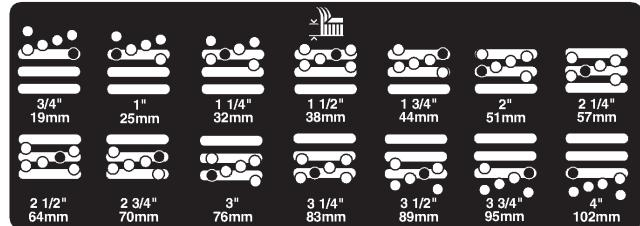

Bild 3
5. Stellen Sie die Kammer auf die gewünschte Schnitthöhe und setzen Sie das Distanzstück im gewünschten Schnitthöhenloch und -schlitz ein (Bild 3).